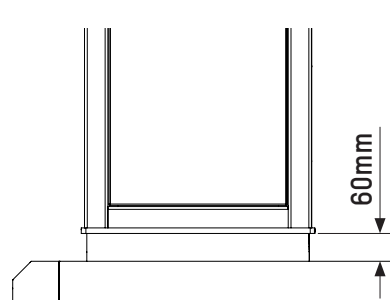
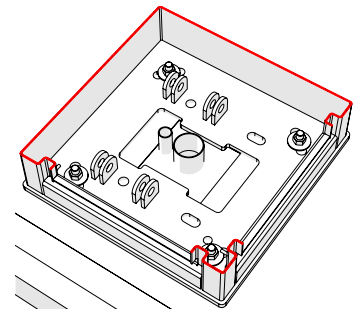

Fig. 9 - Fundamentdetalj
Fig. 7 - Infästning
3. När betongen har stelnat, ta bort tejp från den gängade delen, ta bort muttrarna (7b), de plana brickorna (6b), placera bomkuset på basen och håll den på plats med brickor (6b) och muttrar (7b) (fig. 7). Basen är mindre än pelaren för att förhindra att vatten stagnerar vid pelarens bas (fig. 9).